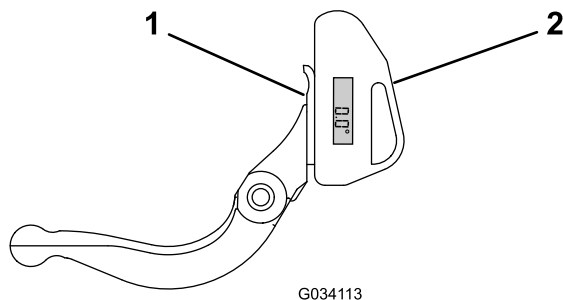

図 35
1. 図 35 に示すように、ベッドナイフの底部に傾斜計をセットする。